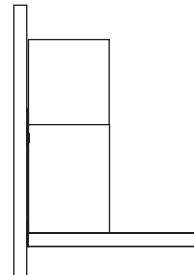

Fig.1
- Asegurarse de instalar la base horizontalmente para evitar la acumulación de grasa sobre un lado. Ver la imagen de referencia (Fig.1).